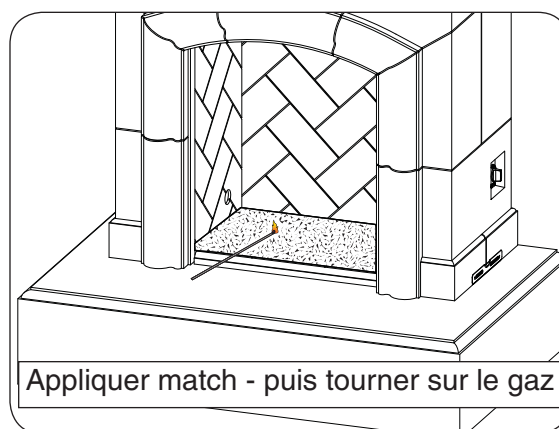

Fig. 18-1
3. Posez une lumineuse à longue tige match sur la surface du support de décoration à proximité de l'anneau brûleur (**ne tenez pas le match en main**) ou utiliser un briquet au butane allumée au long cou (Fig. 18-1).